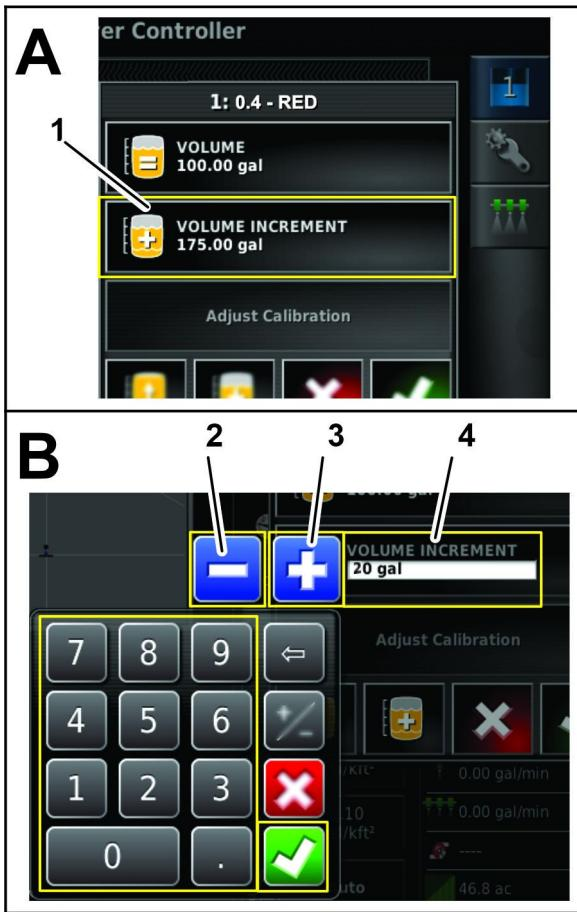

Figure 126
- Appuyez sur l'icône de REMPLISSAGE DE CUVE (Figure 126).